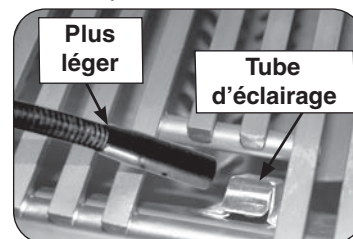

Fig. 26-2 Éclairage manuel via un tube d'éclairage
**ATTENTION:** Attendez toujours cinq (5) minutes le gaz pour se dégager après que n'importe quelle tentative non réussie d'éclairage.
2. Passez un allumeur brûlant de butane de long-baril ou une allumette brûlante de long-tige dans la grille à cuire s'ouvrant au dessus du tube d'éclairage. (Fig. 26-2). Pour les brûleurs de dos ou les brûleurs infrarouges, maintenez la flamme contre la surface du brûleur de brûleurs arrière / infrarouge. Pour les favoris, maintenez la flamme contre le brûleur.